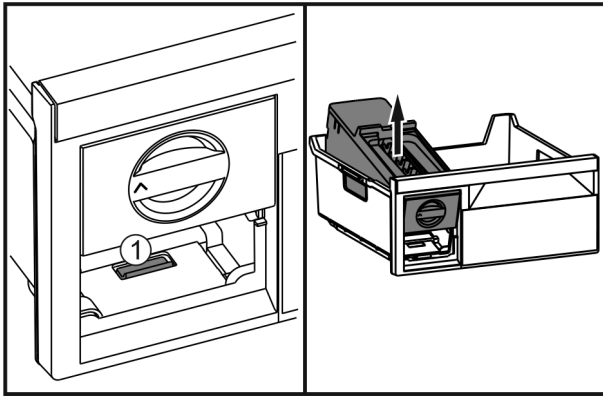

Fig. 39
- ▶ Lip Fig. 39 (1) indrukken, EasyTwist-Ice van achter optillen en uit de vrieslade nemen.